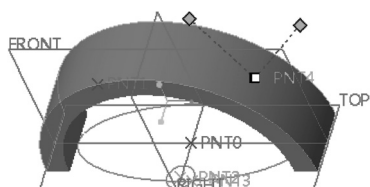
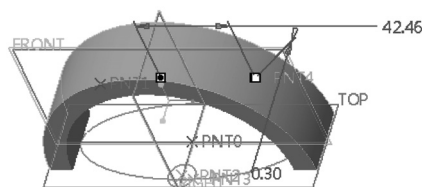

图 3-42 在曲面上单击
图 3-43 指定两个偏移参考
2) 在图 3-42 所示的曲面上单击，在拾取位置显示一个放置控制滑块以及两个偏移参考控制滑块。使用鼠标拖动其中一个偏移参考控制滑块捕捉并选择 RIGHT 基准平面，接着使用鼠标拖动另一个偏移参考控制滑块捕捉并选择 FRONT 基准平面，如图 3-43 所示。